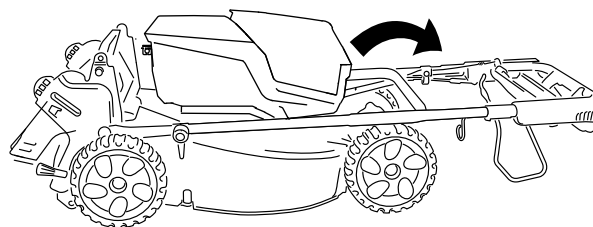

Figura 22
5. Rotiți porțiunea superioară a spatelui mânerului spre motor; consultați Figura 22.